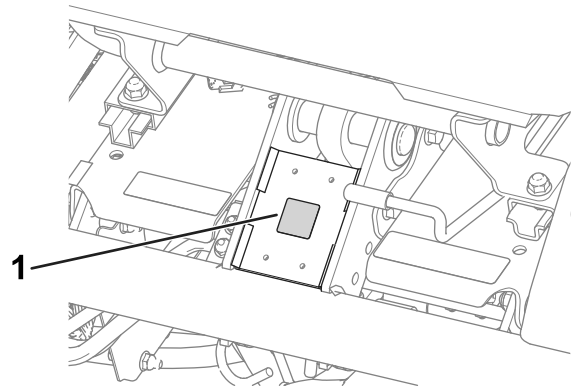

Figure 11
- Apposez l'autocollant de marque de conformité CE sur le cadre, sous l'avant du siège (Figure 11).